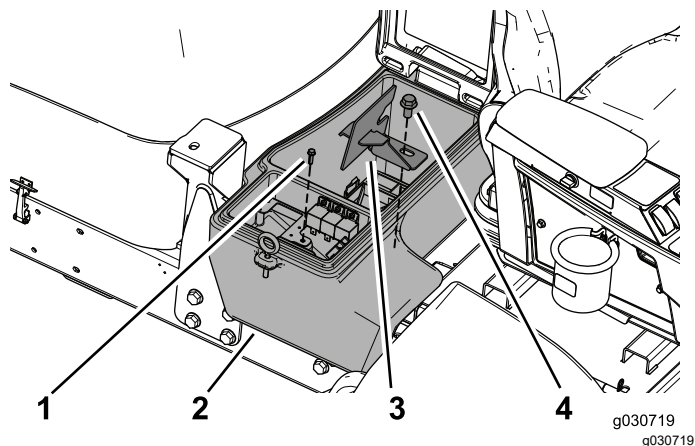

Figure 23
5. Utilisez la vis pour fixer la plaque de renfort à la machine et le boulon ($\frac{1}{2}$ " x 1") pour fixer l'étrier du compartiment de la batterie et le compartiment à la machine (Figure 23).